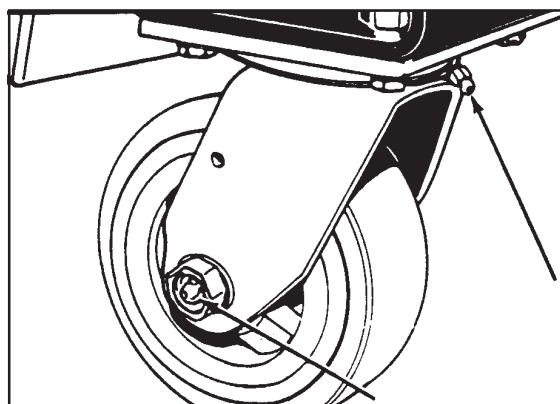

Figure 25
5. Utilisez un pistolet graisseur pour lubrifier la roue d'entraînement et les galets pivotants. Cf. figure 25.